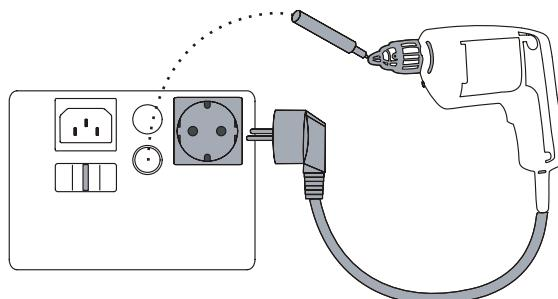

Abbildung 6. Messung des Ersatzableitstromes
- 1  Stecken Sie den Netzstecker des Prüflings in die Prüf-/Netzsteckdose. Bei Bedarf zusätzlich die Sonde (R_{ISO}), wie auf dem Tester dargestellt anschliessen, siehe Abb.6. Für Geräte der Schutzklasse I wird keine Prüfsonde benötigt. Bei Geräten der Schutzklasse II verbinden Sie die Prüfsonde mit allen berührbaren Metallteilen des Prüflings.